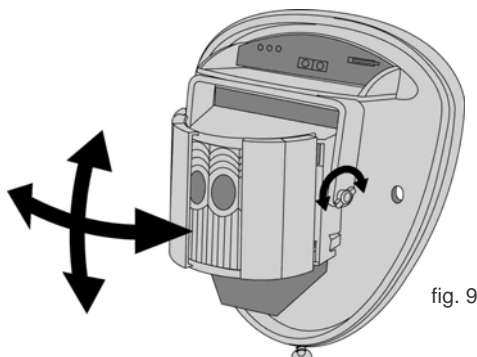

fig. 9
- Quando efectuar a montagem acima das barreiras de limite, rode o módulo e proteja quaisquer feixes horizontais e verticais que saiam fora da área de cobertura. Utilize porções de fita transparente auto-adesiva fornecida na parte posterior lisa da lente, tal como apresentado nos esquemas que se encontram na página seguinte. Substitua sempre a lente da forma correcta para cima para garantir a cobertura exacta do esquema de feixes (a parte superior da lente Fresnel está marcada com - TOP). **Consulte a fig. 9.**